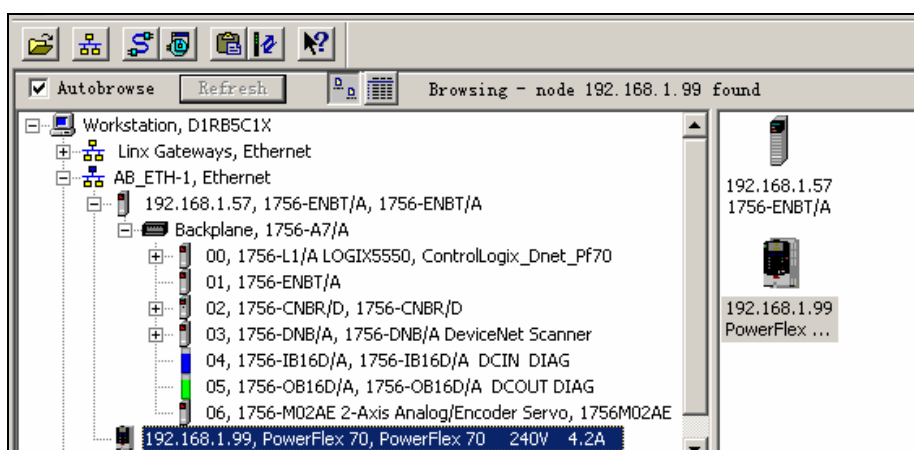

图 4-74 新组建的 EtherNet 网络
4. 点击 RsWho  图标，得到如图 4-74 所示的 Rslinx 的组态树。